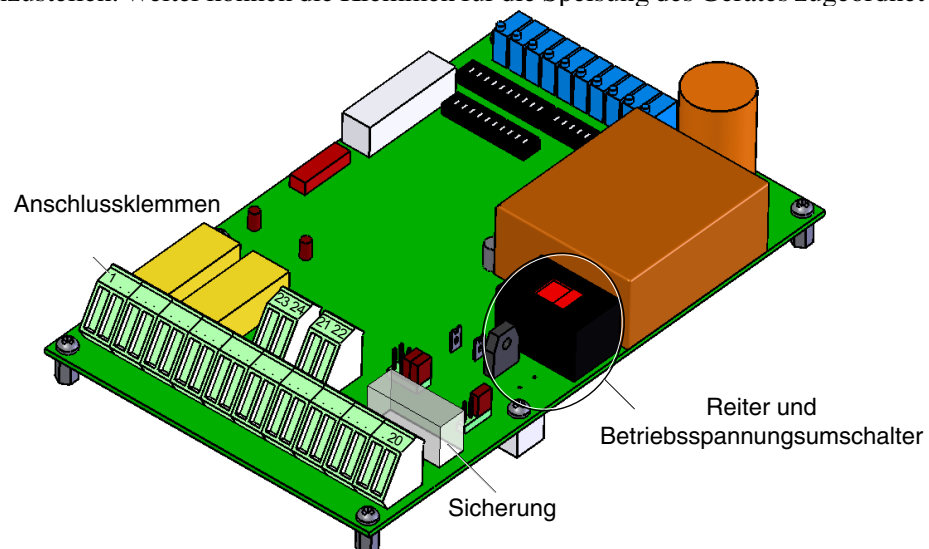

Bild 2–3 Gedruckte Schaltung des Lastmessverstärkers
1. Der Reiter wird entsprechend der Wahl der Speisung wie folgt gesteckt (siehe *Bild 2–4*) :